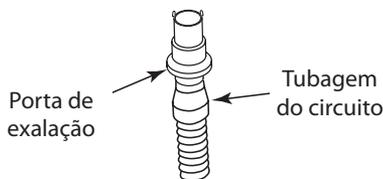

Figura 5-5 Ligar um dispositivo de expiração
- B. Se estiver a utilizar uma máscara com um dispositivo de expiração à parte, ligue a extremidade aberta da tubagem do circuito ao dispositivo de expiração, tal como ilustrado na Figura 5-5. Posicione o dispositivo de expiração de maneira a que o ar ventilado fique a soprar na direcção contrária à da sua cara.